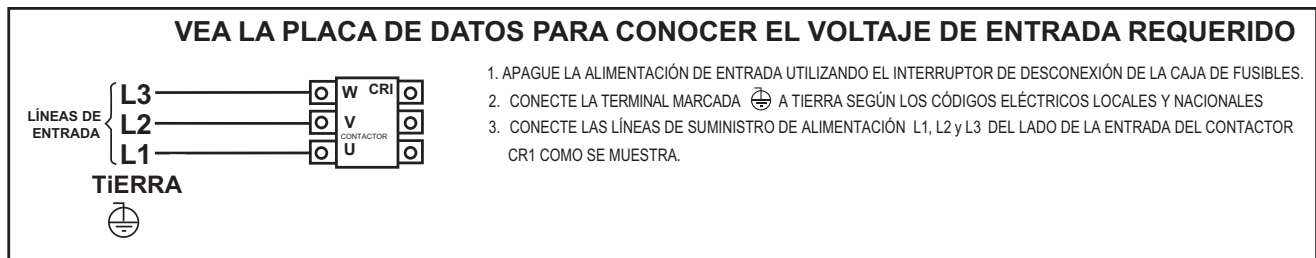

FIGURA A.4-Posiciones de la Tarjeta del Panel de Reconexión para Máquinas de Voltaje Único
1. Para Voltaje Único de 415, consulte la Figura A.4. (S17894)